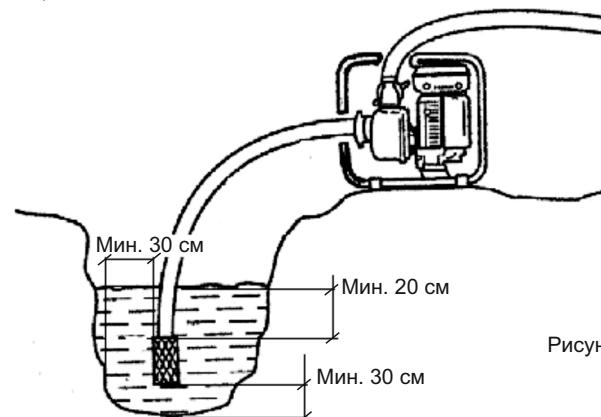

Рисунок 3
- постоянно следите за положением сетчатого водозаборника на конце всасывающего рукава, который должен находиться на расстоянии не менее 30 см от стенок и дна водоема и на 20 см ниже зеркала воды в водозaborе (водоеме, колодце откуда будет производиться забор воды) (рис. 3.).